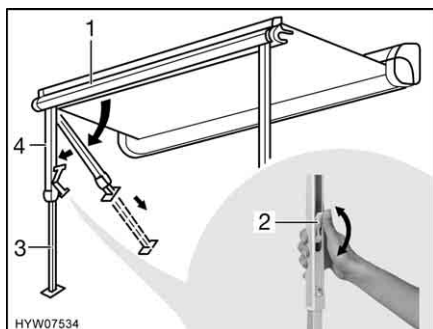

Fig. 51 Installazione dei montanti di supporto
- Rimuovere i montanti di supporto (Fig. 51,4) dal listello anteriore (Fig. 51,1) esercitando una leggera pressione verso l'esterno, quindi ribaltarli e collocarli.
- Aprire il bloccaggio sui montanti di supporto. A tal fine ripiegare la leva di serraggio (Fig. 51,2) verso l'alto.
- Estrarre la parte inferiore dei montanti di supporto (Fig. 51,3) fino alla lunghezza desiderata.
- Chiudere il bloccaggio presente sui montanti di supporto. A tale scopo, spingere la leva di serraggio (Fig. 51,2) verso l'alto.